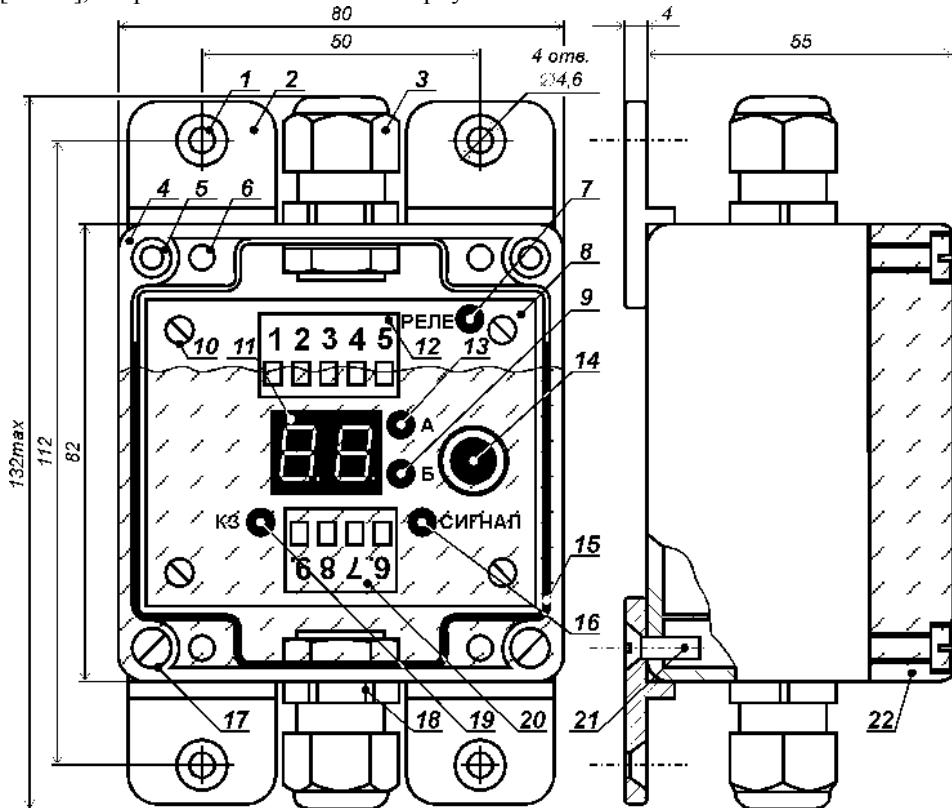
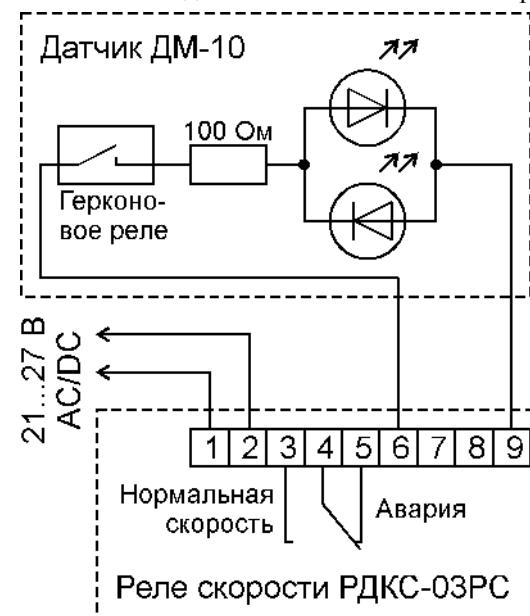

Рис. 1. Конструкция реле скорости РДКС-03АРС.
Рис. 3. Схема подключения РДКС-03А.
Конструкция РС показана на рис. 1. Устройство размещено в пластмассовом корпусе [поз. 4], который закрыт прозрачной крышкой [поз. 22] через уплотнитель [поз. 15] четырьмя винтами [поз. 17]. Винты вворачиваются в резьбовые втулки [поз. 5], запрессованные в стенках корпуса.
- светодиод: «Реле» [поз. 7], показывающий состояние выходных контактов РС. Светодиод горит, когда контакты находятся в положении «Нормальная скорость» (рис. 3);
Схема подключения УКС показана на рис. 3.
РС монтируется либо вблизи контролируемого механизма, либо в электрощитовом помещении, рядом с его пусковой аппаратурой. Для крепления РС служат четыре винта M4x10 из комплекта поставки. Винты вворачиваются в установочные отверстия РС [поз. 1 на рис. 1].
Клеммы РС рассчитаны на использование проводов сечением от 0,5 до 2,5 мм^2 . Клеммы 1 и 2 РС служат для подачи напряжения электропитания (см. рис. 3), а клеммы 3, 4 и 5 – для блокировки контролируемого механизма. Датчик ДМ-10 в произвольной полярности подключается к клеммам 6 и 9, а клеммы 7 и 8 РС не используются. Для подключения проводов к разъёмным клеммным рядам РС необходимо отсоединить клеммные колодки от печатной платы, осторожно потянув их вверх. Затем следует провести кабели через гермовводы и подключить провода к клеммам, после чего вновь присоединить колодку к печатной плате РС до фиксации.
При отсутствии сетевого напряжения на клеммах 1 и 2 РС контакты встроенного электромагнитного реле находятся в положении «Авария» (рис. 3).
После подачи питания и до нажатия на энкодер [поз. 14 на рис. 1] РС находится в режиме «Работа». Светодиод «А» [поз. 13 на рис. 1] горит, если скорость механизма выше номинальной, а светодиод «Б» [поз. 9 на рис. 1] – если ниже. Цифровое табло [поз. 11 на рис. 1] показывает процент отклонения текущей скорости механизма от номинальной. Если отклонение превысило заданный порог и это превышение длится дольше заданной задержки, то контакты выходного реле РС переходят в положение «Авария» (рис. 3). При изменении скорости на 50 % и более задержка отсутствует. Цифровое табло отображает зафиксированный процент изменения скорости: если скорость в момент отключения была выше номинальной, то горит светодиод «А», а если ниже – то светодиод «Б». В случае принудительного (минута контакты РС) пуска механизма, когда его скорость войдёт в допустимый диапазон и пройдёт заданное время задержки, контакты реле вернутся в положение «Нормальная скорость» (рис. 3).
В режиме «Автонастройка» РС запоминает текущую скорость объекта, в дальнейшем принимая её за номинальную (за 100%). Контакты реле переходят в положение «Нормальная скорость» (рис. 3) и одновременно мигают светодиоды «А» и «Б».
4. Если при подаче на РС напряжения питания загорается светодиод «К3» [поз. 19 на рис. 1], то следует устраниТЬ короткое замыкание в линии связи между датчиком и РС.
7. Три раза нажав на энкодер [поз. 14 на рис. 1], войти в режим «Автонастройка» (должны одновременно мигать светодиоды «А» [поз. 13 на рис. 1] и «Б» [поз. 9 на рис. 1]).